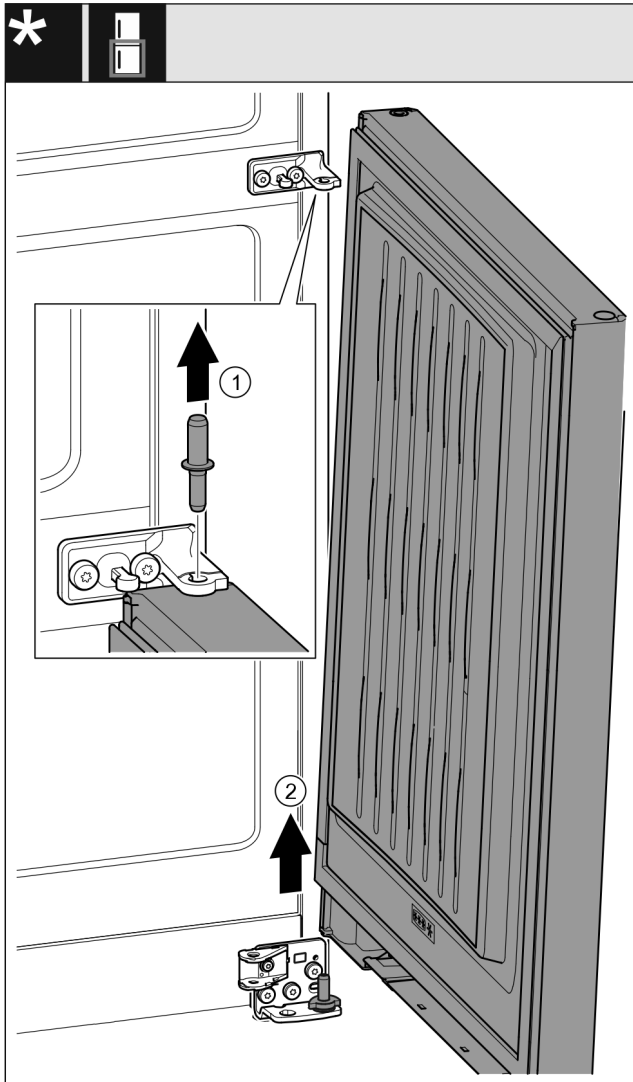

Fig. 23 *
- ▶ Bolzen nach oben herausziehen. Fig. 23 (1)*
- ▶ Tür herausschwenken, nach oben ziehen und beiseite- stellen. Fig. 23 (2)*